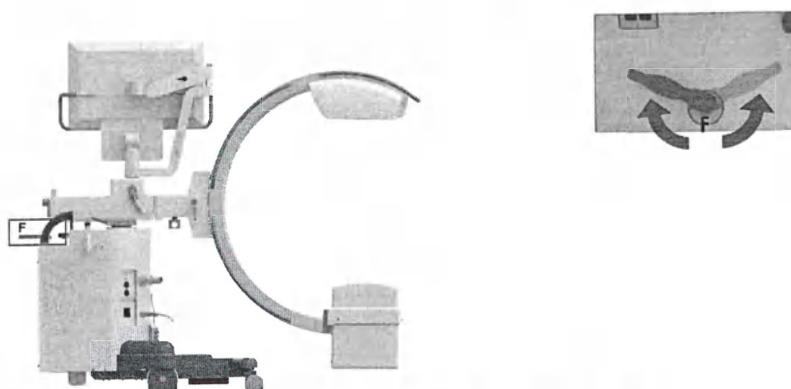

Рисунок 4.11 – Транспортировочное положение штатива
2. Отпустить фиксатор колес штатива **F** (см. рисунок 4.11);